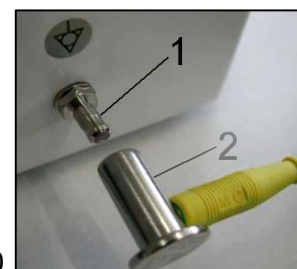

Fig. 10
- Raccordez la broche de liaison équipotentielle de  $\varnothing$  6 mm (1) au circuit électrique conformément à la méthode définie dans les règles électrotechniques en vigueur. La prise de liaison équipotentielle (2) est un accessoire et n'est pas fournie dans l'emballage de base. (Fig. 10)